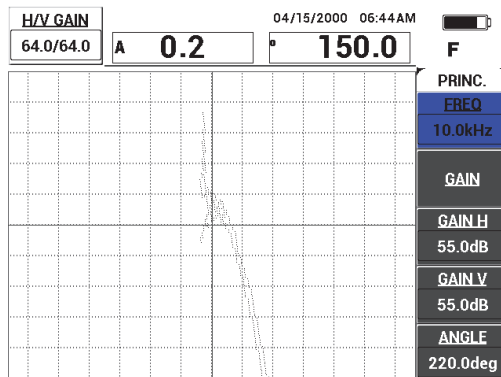

Figure 6-34 Réglage de l'amplitude du signal
8. Appuyez sur la touche **GAIN (dB)**, et puis réglez l'amplitude du signal de manière à ce que le signal du décollement s'étende sur environ 4 divisions à partir de la position d'équilibrage (réticules) [voir la Figure 6-34 à la page 158].